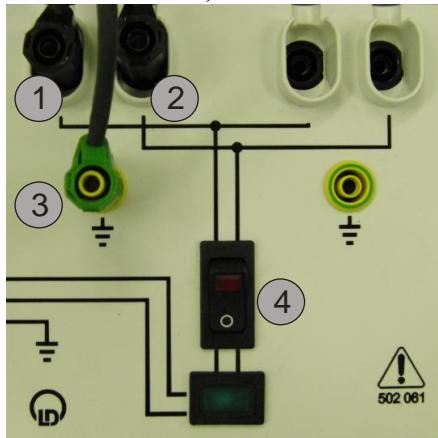

Рис.3. Внешний вид источника питания печки
2. Подключите печку к клеммам 1 и 2 (рис.3) источника питания, а зеленый провод – к клемме 3 «Земля»). Включите печку выключателем 4.